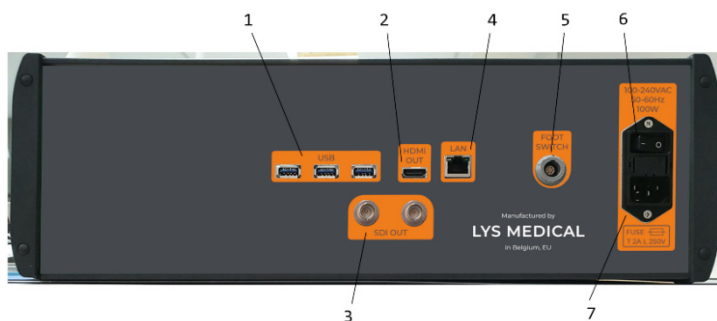
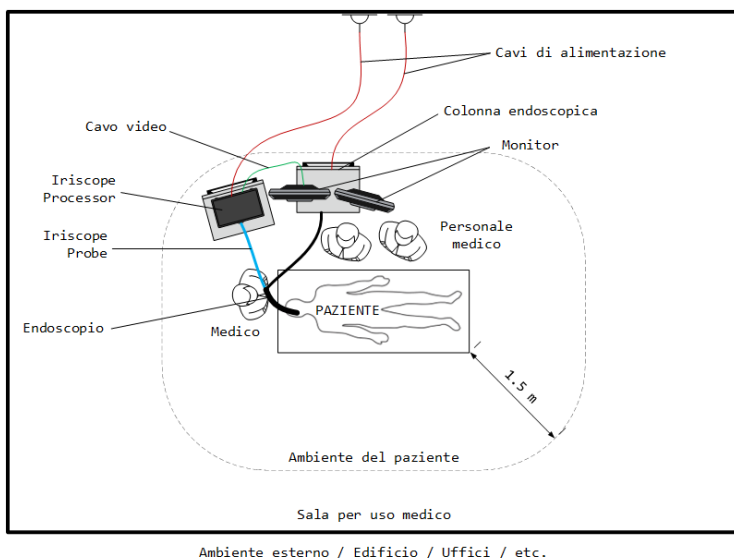

Figura 4 - Pannello posteriore del dispositivo di controllo
Figura 6 - Disposizione del dispositivo nella sala di endoscopia
1. Installare il dispositivo di controllo nella sala endoscopica a una distanza massima di 1 m massimo dal paziente e nei pressi della colonna endoscopica (consultare Figura 6), accertandosi che l'interruttore ON/OFF e il cavo di alimentazione (consultare n° 6 e n° 7 della Figura 4) siano sempre accessibili per scollegare il dispositivo.
3. Collegare i vari cavi al dispositivo (consultare Figura 4 per identificare la posizione delle diverse porte):